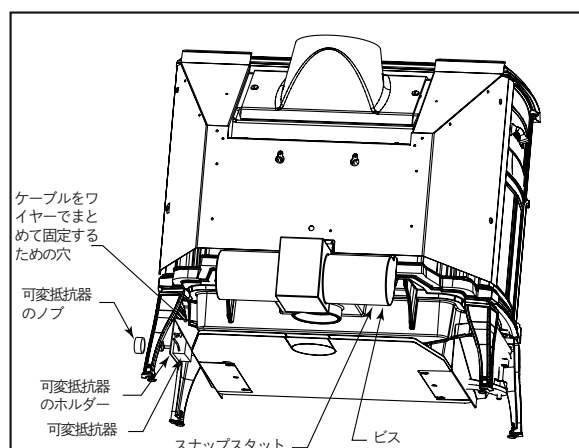

図 9 ファンの取り付け
2. ボトムの下側にある取り付け穴に、2 個の 1/4-20" ビス、スナップスタット（ファンセンサー温度スイッチ）（図 9）を取り付けます。